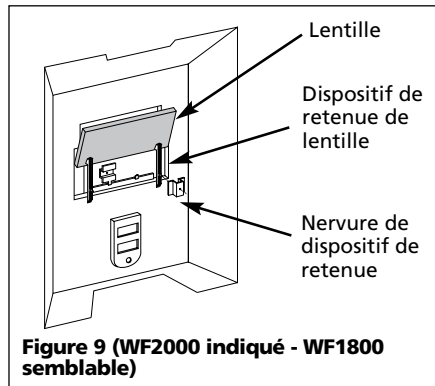

Figure 9 (WF2000 indiqué - WF1800 semblable)
- Fixer les nervures par dessus les goupilles sur le dispositif de retenue de la lentille (Voir Figure 9).